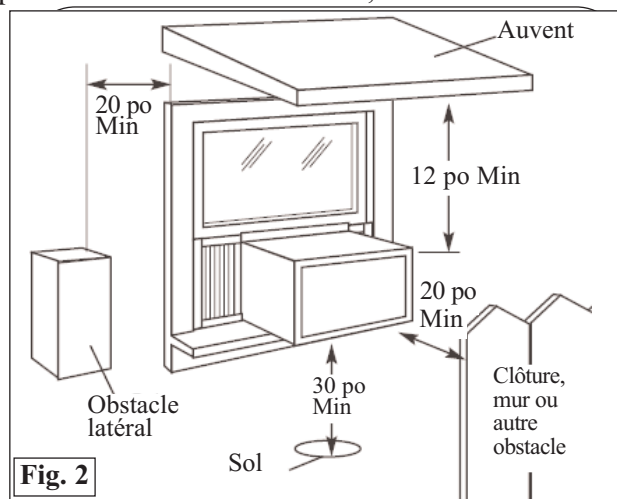

Fig. 2
- D) Laissez suffisamment d'espace libre autour du caisson pour permettre une ample circulation d'air à travers l'appareil. Voir Fig. 2. L'arrière de l'appareil doit donner sur l'extérieur de la maison et non pas dans un garage ou à l'intérieur d'un immeuble. Tenez l'appareil aussi loin que possible de tout obstacle ou obstruction et à au moins 30 po au-dessus du plancher ou du sol. Il ne faut pas que les rideaux ou d'autres objets à l'intérieur de la pièce puissent bloquer le flux d'air.